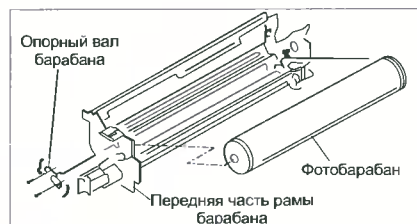

Рис. 2
- откручивают два винта, крепящих фотобарабан и снимают опорный вал, повернув его против часовой стрелки (рис. 2);